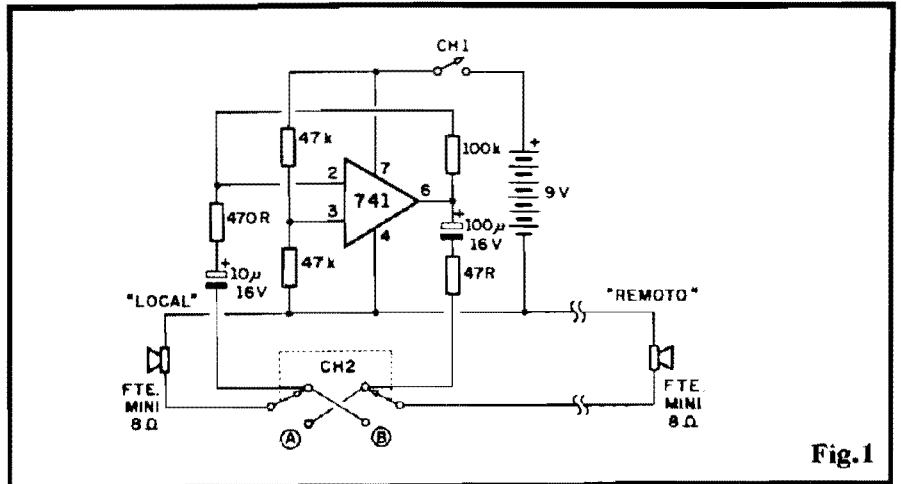

Fig. 1
- **FIG. 1 - O CIRCUITO** - No "centro" do circuito, um único, pequeno e "humilde" (embora versatíllissimo...) Integrado 741, amplificador operacional, faz "só tudo"...! Para poder trabalhar confortavelmente com fonte única (os circuitos típicos em Amplificadores Operacionais Integrados normalmente requerem fonte split ou duplas...), um referencial de "meia Tensão" da alimentação geral é oferecido pelo "totem" de dois resistores de 47K, cujo "nó" está ligado à Entrada Não Inversora (pino 3) do 741... Já o pino 2 - Entrada Inversora - recebe diretamente os sinais elétricos "traduzidos" por um pequeno alto-falante (que, no caso, funciona como microfone...), através do capacitor de isolamento (10u) em série com um resistor de 470R... O resistor de 100K, entre a Saída do Operacional (pino 6) e a citada Entrada Inversora, promove a realimentação e determina o elevado ganho geral do arranjo, que matematicamente corresponde à razão entre o dito valor de 100K e o valor do resistor de Entrada, 470R (um fator de amplificação superior a 200, confirmam...). Dessa forma, os tênues sinais elétricos enviados pelo alto-falante/microfone, são elevados em nível por um fator de mais de 200 vezes, e tornam-se presentes, na Saída (pino 6) em condição suficiente para excitação de outro pequeno alto-falante (este na função